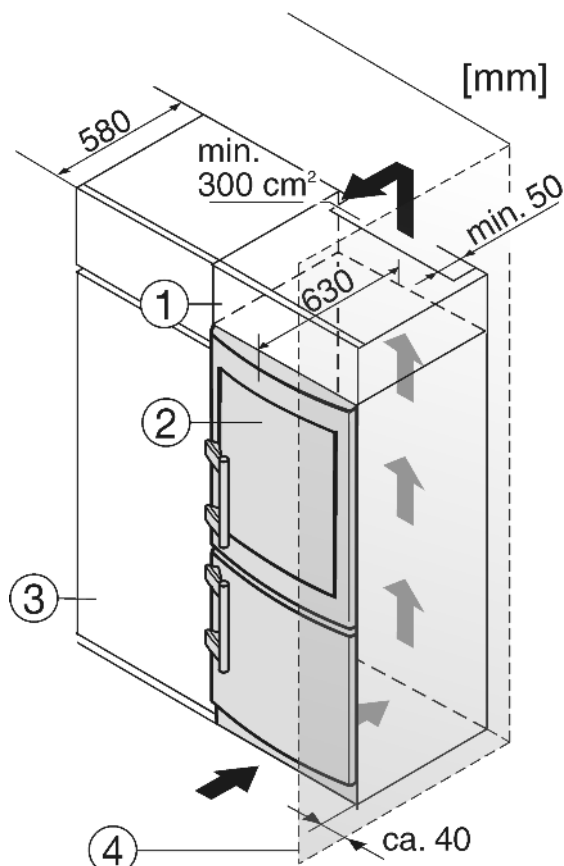

Fig. 21
- (1) Opbouwkast (3) Keukenkast
(2) Apparaat (4) Wand
Het apparaat Fig. 21 (2) kan worden ingebouwd in de keuken. Om het apparaat aan de hoogte van het keukenblok aan te passen, kunt u er een passende opbouwkast Fig. 21 (1) op plaatsen.
Bij ombouw met keukenkasten (max. diepte 580 mm) kan het apparaat direct naast de keukenkast Fig. 21 (3) worden opgesteld. De apparaatdeur steekt opzij 34 mm en in het midden van het apparaat 50 mm uit ten opzichte van het keukenkastfront. Hierdoor is de deur zonder problemen te openen en sluiten.
Plaats u het apparaat met de scharnierkant naast een muur Fig. 21 (4), dan moet de afstand tussen apparaat en muur minstens 40 mm bedragen. Dit in verband met het uitsteken van de deurgreep bij een geopende deur.